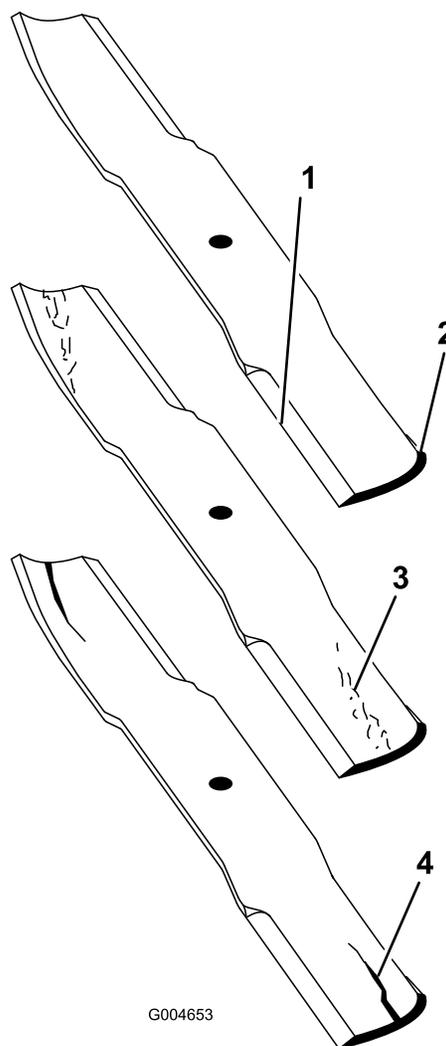

Рисунок 131
2. Осторожно проверьте режущие кромки ножей, особенно в точке соединения плоской и изогнутой частей ножа (Рисунок 131).
Примечание: Так как песок и абразивные материалы могут вызвать износ металла, соединяющего плоскую и изогнутую части ножа, проверьте нож перед использованием газонокосилки. В случае обнаружения износа (Рисунок 131) замените нож.